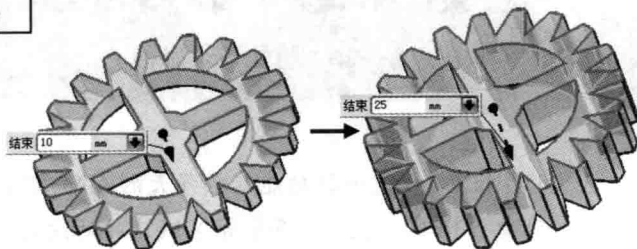

图 1-2 通过修改尺寸调整模型的形状
- **参数化设计:** 在 UG 中, 所建模型的形状是由特征尺寸驱动的, 用户可以随时通过修改尺寸值来快速地修改模型, 如图 1-2 所示。